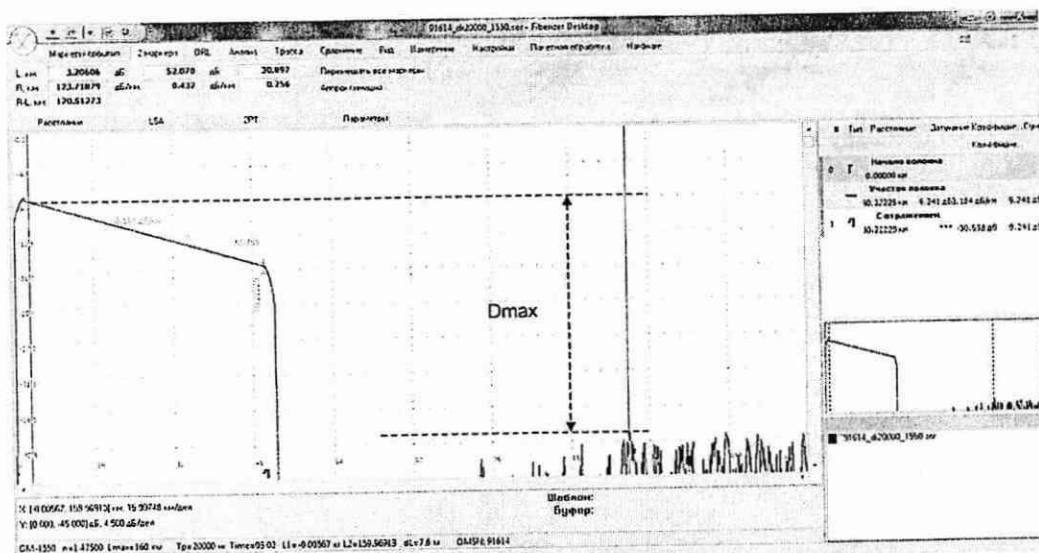

Рисунок 11
3) Запустить рефлектометр на измерение в режиме с усреднением, нажав кнопку **[Запуск]**. После окончания измерения перейти в закладку **2 маркера** установить левый маркер за пределами мертвой зоны в начале линейно спадающего участка рефлектограммы, а правый - на точку, в которой шумовой сигнал за пределами рефлектограммы во второй половине экрана принимает наибольшее значение (см. рисунок 11). При этом следует использовать растяжку рефлектограммы по шкале затухания и шкале расстояний.
где  $D_{\max}$  - разность между уровнем сигнала, рассеянного от ближнего к рефлектометру конца измеряемого ОВ, и максимальным уровнем шума, дБ (см. рисунок 11);